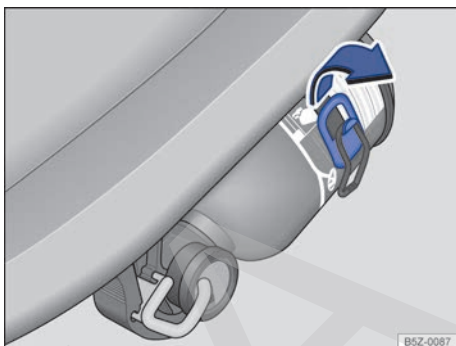

Fig. 25 En el asiento del acompañante delantero: extintor de incendio.
- Soltar la abrazadera de fijación, tirando hacia arriba → fig. 25 en el sentido de la flecha.